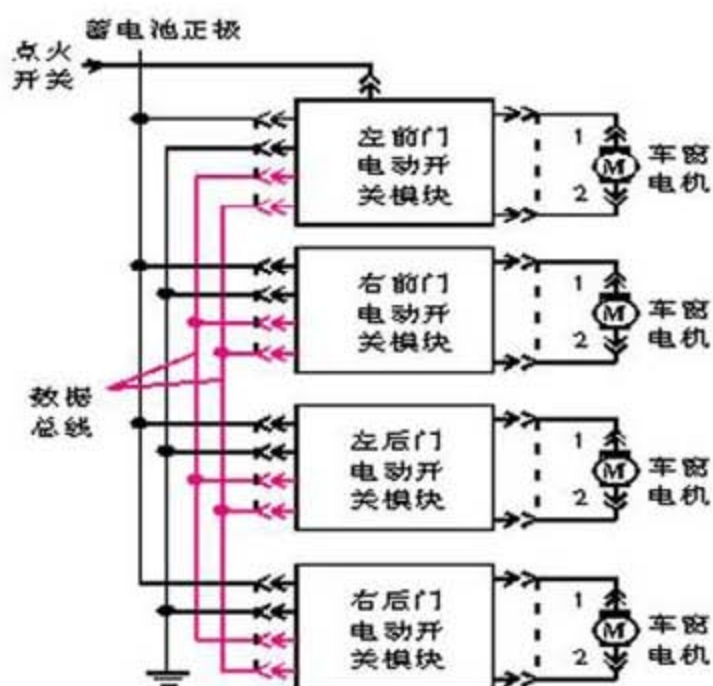

图2 总线型电动玻璃升降器控制电路图
- 2). 在检查该车时, 笔者发现该车的电动玻璃升降器控制系统电路(图 2)与传统的玻璃控制方式接线不同, 各车门上的玻璃升降开关只有一条地线, 而且没有回到主开关而是直接接地, 各车门的玻璃升降开关之间还多了 2 条较细的线分别与其他车门的升降开关相连。从电路图上可以看到, 各个车门玻璃升降开关用虚线的方框图表示, 并没有标出内部结构。笔者实车检查后发现, 该车的玻璃升降开关与传统类型的玻璃升降开关不同, 而是一个集成控制模块。查找资料后得知, 2005 年款北京吉普装备的是温州德科生产的电动玻璃升降器控制系统(零件号码后缀为\*AB, 银色面板)。该系统包括 4 个控制模块, 分别控制各个车门的玻璃升降和电动门锁。左前车门上主开关的控制信号通过 2 条数据总线发送, 再由其他 3 个车门开关模块识别接收。系统总线网关